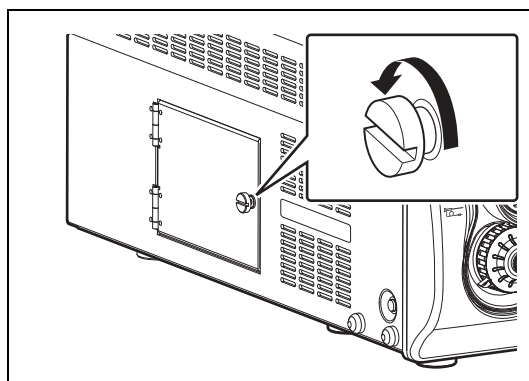

Figura 6.2
- 1 Apăsați ① pentru a închide procesorul și deconectați fișa de alimentare de la priză.
- 2 Rotiți șurubul de pe capacul locașului lămpii în sens invers acelor de ceasornic, deschideți capacul și verificați cartușul lămpii. (Consultați Figura 6.2.)